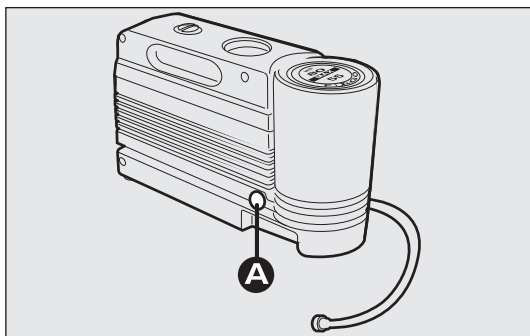

fig. 177
- ☐ pousser la touche A-fig. 177 pour faire sortir la recharge;